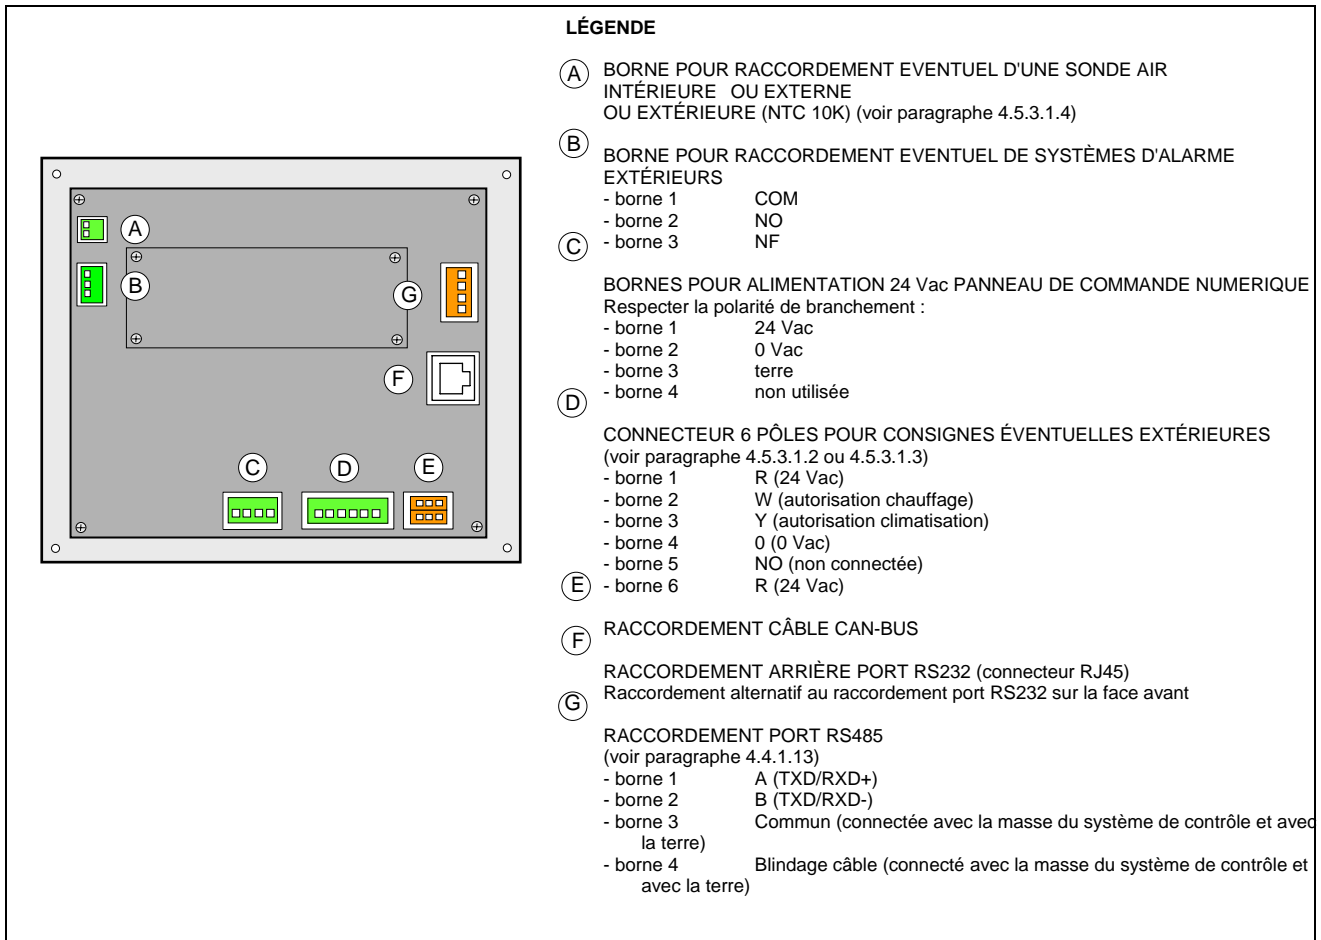

Figure 13 – VUE D'ARRIÈRE DU PANNEAU DE COMMANDE NUMÉRIQUE ET DÉTAIL DES CONNEXIONS ÉLECTRIQUES
À l'arrière du panneau de commande numérique sont placées les bornes de raccordement (voir Figure 13) :
- Connecteur à 2 pôles pour l'éventuel raccordement d'une sonde de température ambiante fournie en option (voir détail A de la Figure 13) ;
- Connecteur à 3 pôles pour les contacts du relais signalisation alarmes (voir détail B de la Figure 13) ;
- Connecteur à 4 pôles pour alimentation 24 Vac. Le DDC est alimenté par un transformateur avec secondaire de 24 Vac, 50/60 Hz. (voir détail C de la Figure 13) ;
- Connecteur à 6 pôles pour le raccordement éventuel des commandes de fonctionnement externes (voir détail D de Figure 13) ;
- Connecteur CAN-BUS à 6 pôles pour le raccordement du DDC avec les unités (voir détail E de la Figure 13).
Des applications particulières peuvent exiger une signalisation externe d'alarme pour une température élevée de l'eau réfrigérée et/ou basse de l'eau chaude ou encore pour une alarme générique qui permet de signaler d'éventuelles anomalies sur les unités. À cet effet, à l'arrière du panneau de commande numérique se trouve une borne spécifique à 3 contacts (voir détail B de la Figure 13) pour l'activation, par relais, d'une signalisation d'alarme telle que : alarme, sirène ou autre (pour plus d'informations, voir paragraphes 4.4.2.6.7 – "Configuration erreur de température (uniquement pour DDC Maître)" page 104 et 4.4.2.4 – "Configuration sortie alarmes" page 89.